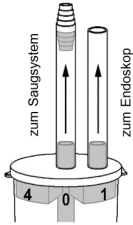

Abb. 1
1. Podłączyć wąż od środkowego przyłącza syfonu do instalacji ssącej (Rys. 1).
2. Podłączyć złącze zewnętrzne do endoskopu (Rys. 1).